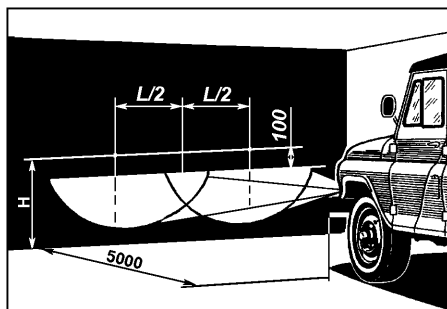

Рис. 9.46. Разметка экрана для регулировки противотуманных фар:
**Противотуманные фары** регулируйте так, чтобы световые пятна на стене или экране были расположены, как показано на рис. 9.46. Для замены лампы поверните патрон в сборе с лампой против часовой стрелки и выньте его из гнезда.